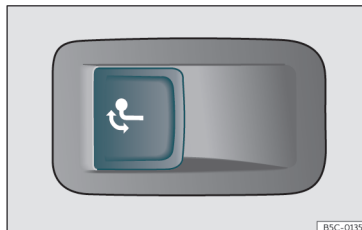

Fig. 179 Sul lato sinistro del bagagliaio: tasto per sbloccare il gancio del rimorchio.
- Premere brevemente il tasto » » » **fig. 179**. Il gancio di traino si sblocca elettricamente e si gira automaticamente verso l'esterno. La spia di controllo del tasto lampeggia.
- Premere brevemente il tasto»» fig. 179. Il gancio di traino si sblocca elettricamente.
- Se la spia di controllo del tasto»» fig. 179 → lampeggia, significa che il gancio di traino non si è fissato correttamente o che è danneggiato »» ⚠.
- Se la spia di controllo»» fig. 179 → rimane accesa con il portellone posteriore aperto, significa che il gancio di traino è fissato correttamente sia quando viene estratto sia quando viene nascosto.
• Non premere mai il tasto»» fig. 179 quando un rimorchio è agganciato o un portapacchi o un altro accessorio è montato sul gancio di traino.